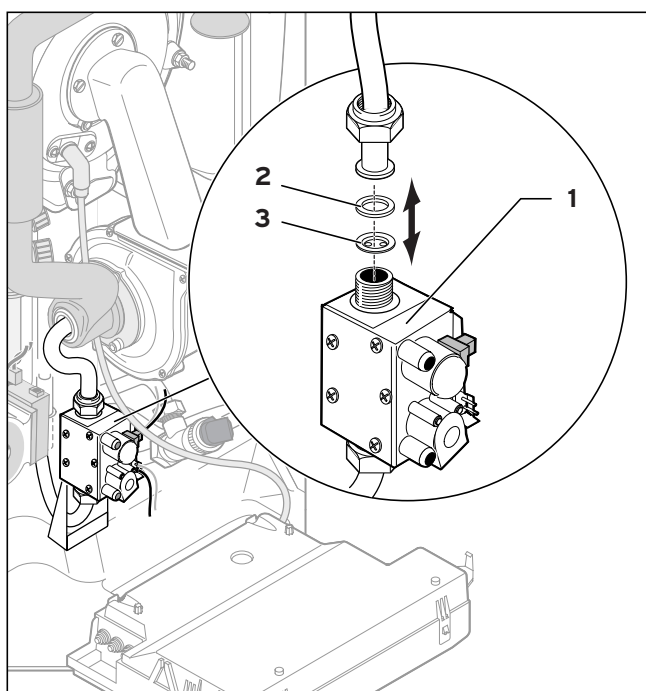

Fig. 5.3 Sostituzione del diaframma del gas
- Per la conversione dell'apparecchio da gas metano a gas propano, sostituire il diaframma in uscita dalla valvola gas e la relativa guarnizione (2, 3), con l'altro diaframma incluso in dotazione (v. fig. 5.3).